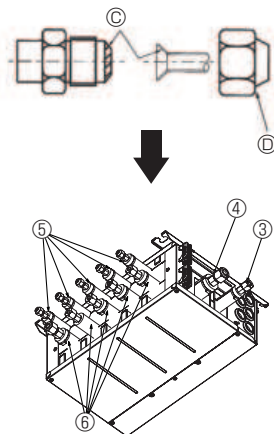

Fig. 7-2
- © Tragen Sie Kühlmittelöl auf die gesamte (Fig. 7-2) Oberfläche des aufgeweiteten Sitzes auf.